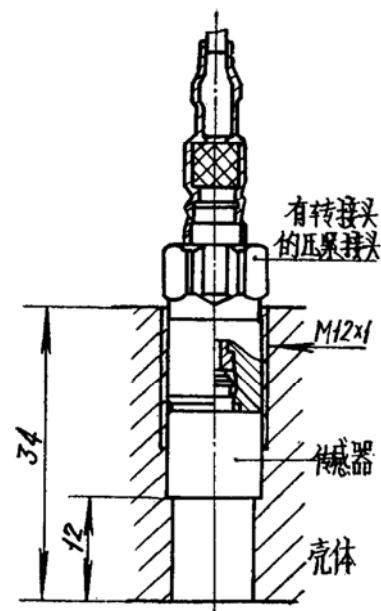

图 4
- ii) 为便于电缆安装使用带有转接头的压紧接头(图4)。